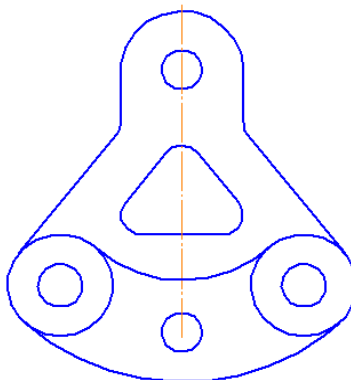

Рисунок 3.19 – Создание скруглений
20. Создайте **Скругления** радиусом 10мм (рисунок 3.19).